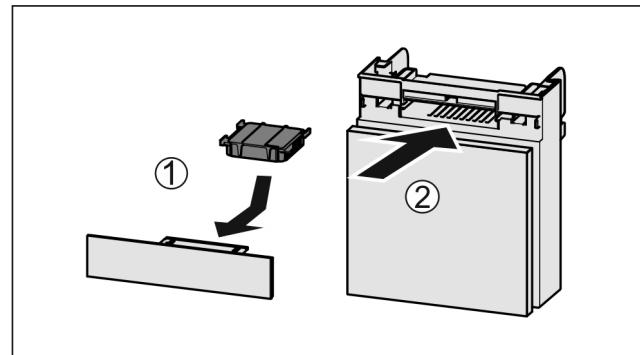

Fig. 76
- Aktivkohlefilter nach Abbildung einsetzen Fig. 76 (1).
► Fach einschieben Fig. 76 (2).